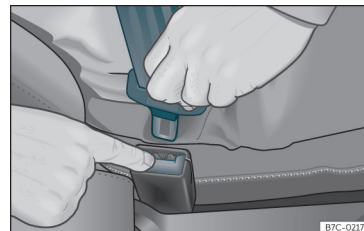

Fig. 14 Rilasciare la linguetta della chiusura della cintura.
- Premere il tasto rosso della chiusura >>> **fig. 14**. La linguetta uscirà dalla chiusura.